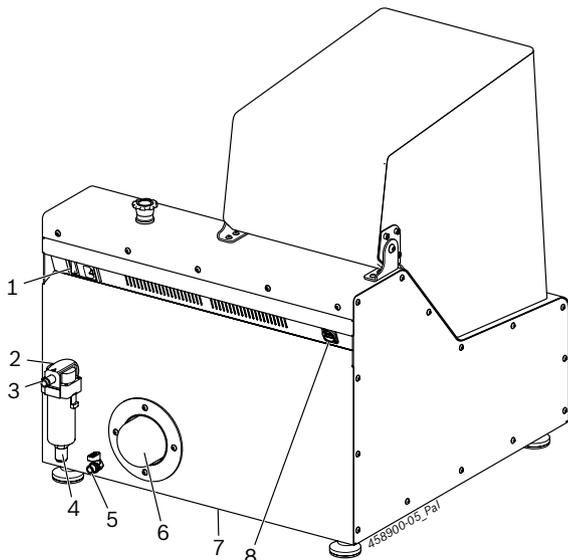

Рис. 2: Вид сзади
- Система снабжения сжатым воздухом должна быть рассчитана с учетом того, чтобы количество подаваемого сжатого воздуха во время проверки было достаточным. Для проведения проверки на входе блока подготовки сжатого воздуха EPS 118 (см. Рис. 2, поз. 2) давление подаваемого воздуха должно составлять 0,65 МПа (6,5 bar) ... 0,85 МПа (8,5 bar), а его объемный расход $\geq 320 \text{ l}_n/\text{min}$ (l_n/min = литр в минуту при нормальных условиях).
Разъем USB (Рис. 2, поз. 6; макс. 500 мА) предназначен для подключения USB-устройства (например, USB-адаптера WLAN, USB-накопителя или USB-принтера).